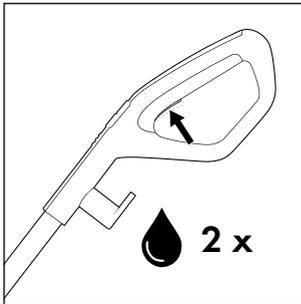
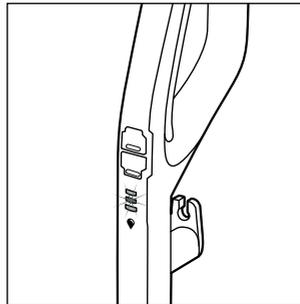

Fig. 18
Fig. 19
- ◆ Antes de cada uso, pulse brevemente dos veces el interruptor de la solución de limpieza **15** para activar la función de rociado permanente y preparar el rodillo de cepillos **6** con la solución de limpieza para su uso (consulte la fig. 18). El indicador de la solución de limpieza  **12** parpadea en azul de forma alterna cuando está activada la función de rociado permanente o mientras se mantiene pulsado el interruptor de la solución de limpieza **15** (consulte la fig. 19).